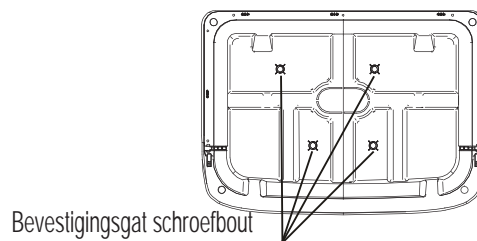

Fig. 8.5
2. Plaats de M8-bouten in het toestel wanneer hij op de grond staat (het aantal bouten hangt af van het aantal gaten in de behuizing van het toestel). (Zie Fig. 8.5)